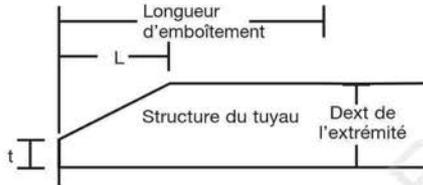

Figure 7-1 About du tuyau et dimension du chanfrein pour emboîtement
- 4 Nettoyez la surface dans la zone de raccord, en évitant toutes les aspérités et avec une disqueuse, biseauter l'extrémité du tuyau pour faciliter l'assemblage (voir **figure 7.1**). Aucun autre biseau ne sera nécessaire.